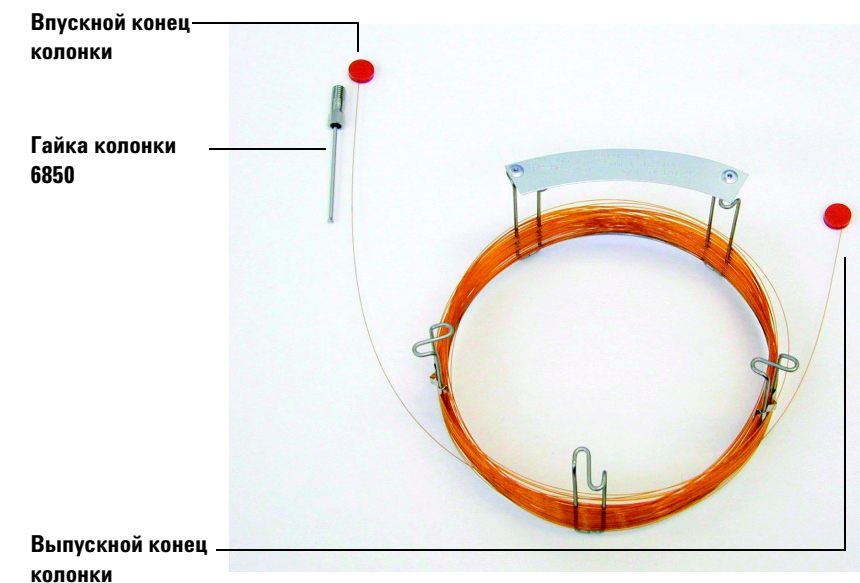

Рис. 2 Колонка
- 1 Положите колонку (19091S-433E прилагается в наборе ГХ) на чистую поверхность, при этом табличка с информацией должна находиться в положении 12 часов. Обратите внимание, что впускной и выпускной каналы колонки ориентированы так же, как в ГХ детекторе, а выпускной конец находится в конце (ближе к вентилятору). См. **Рис. 2**.